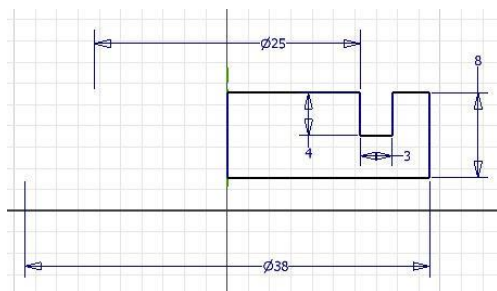

Рисунок 4.2 – Эскиз распределительного диска
- Самостоятельно постройте эскиз при помощи команд **Отрезок**, **Размеры** (рис. 4.2).